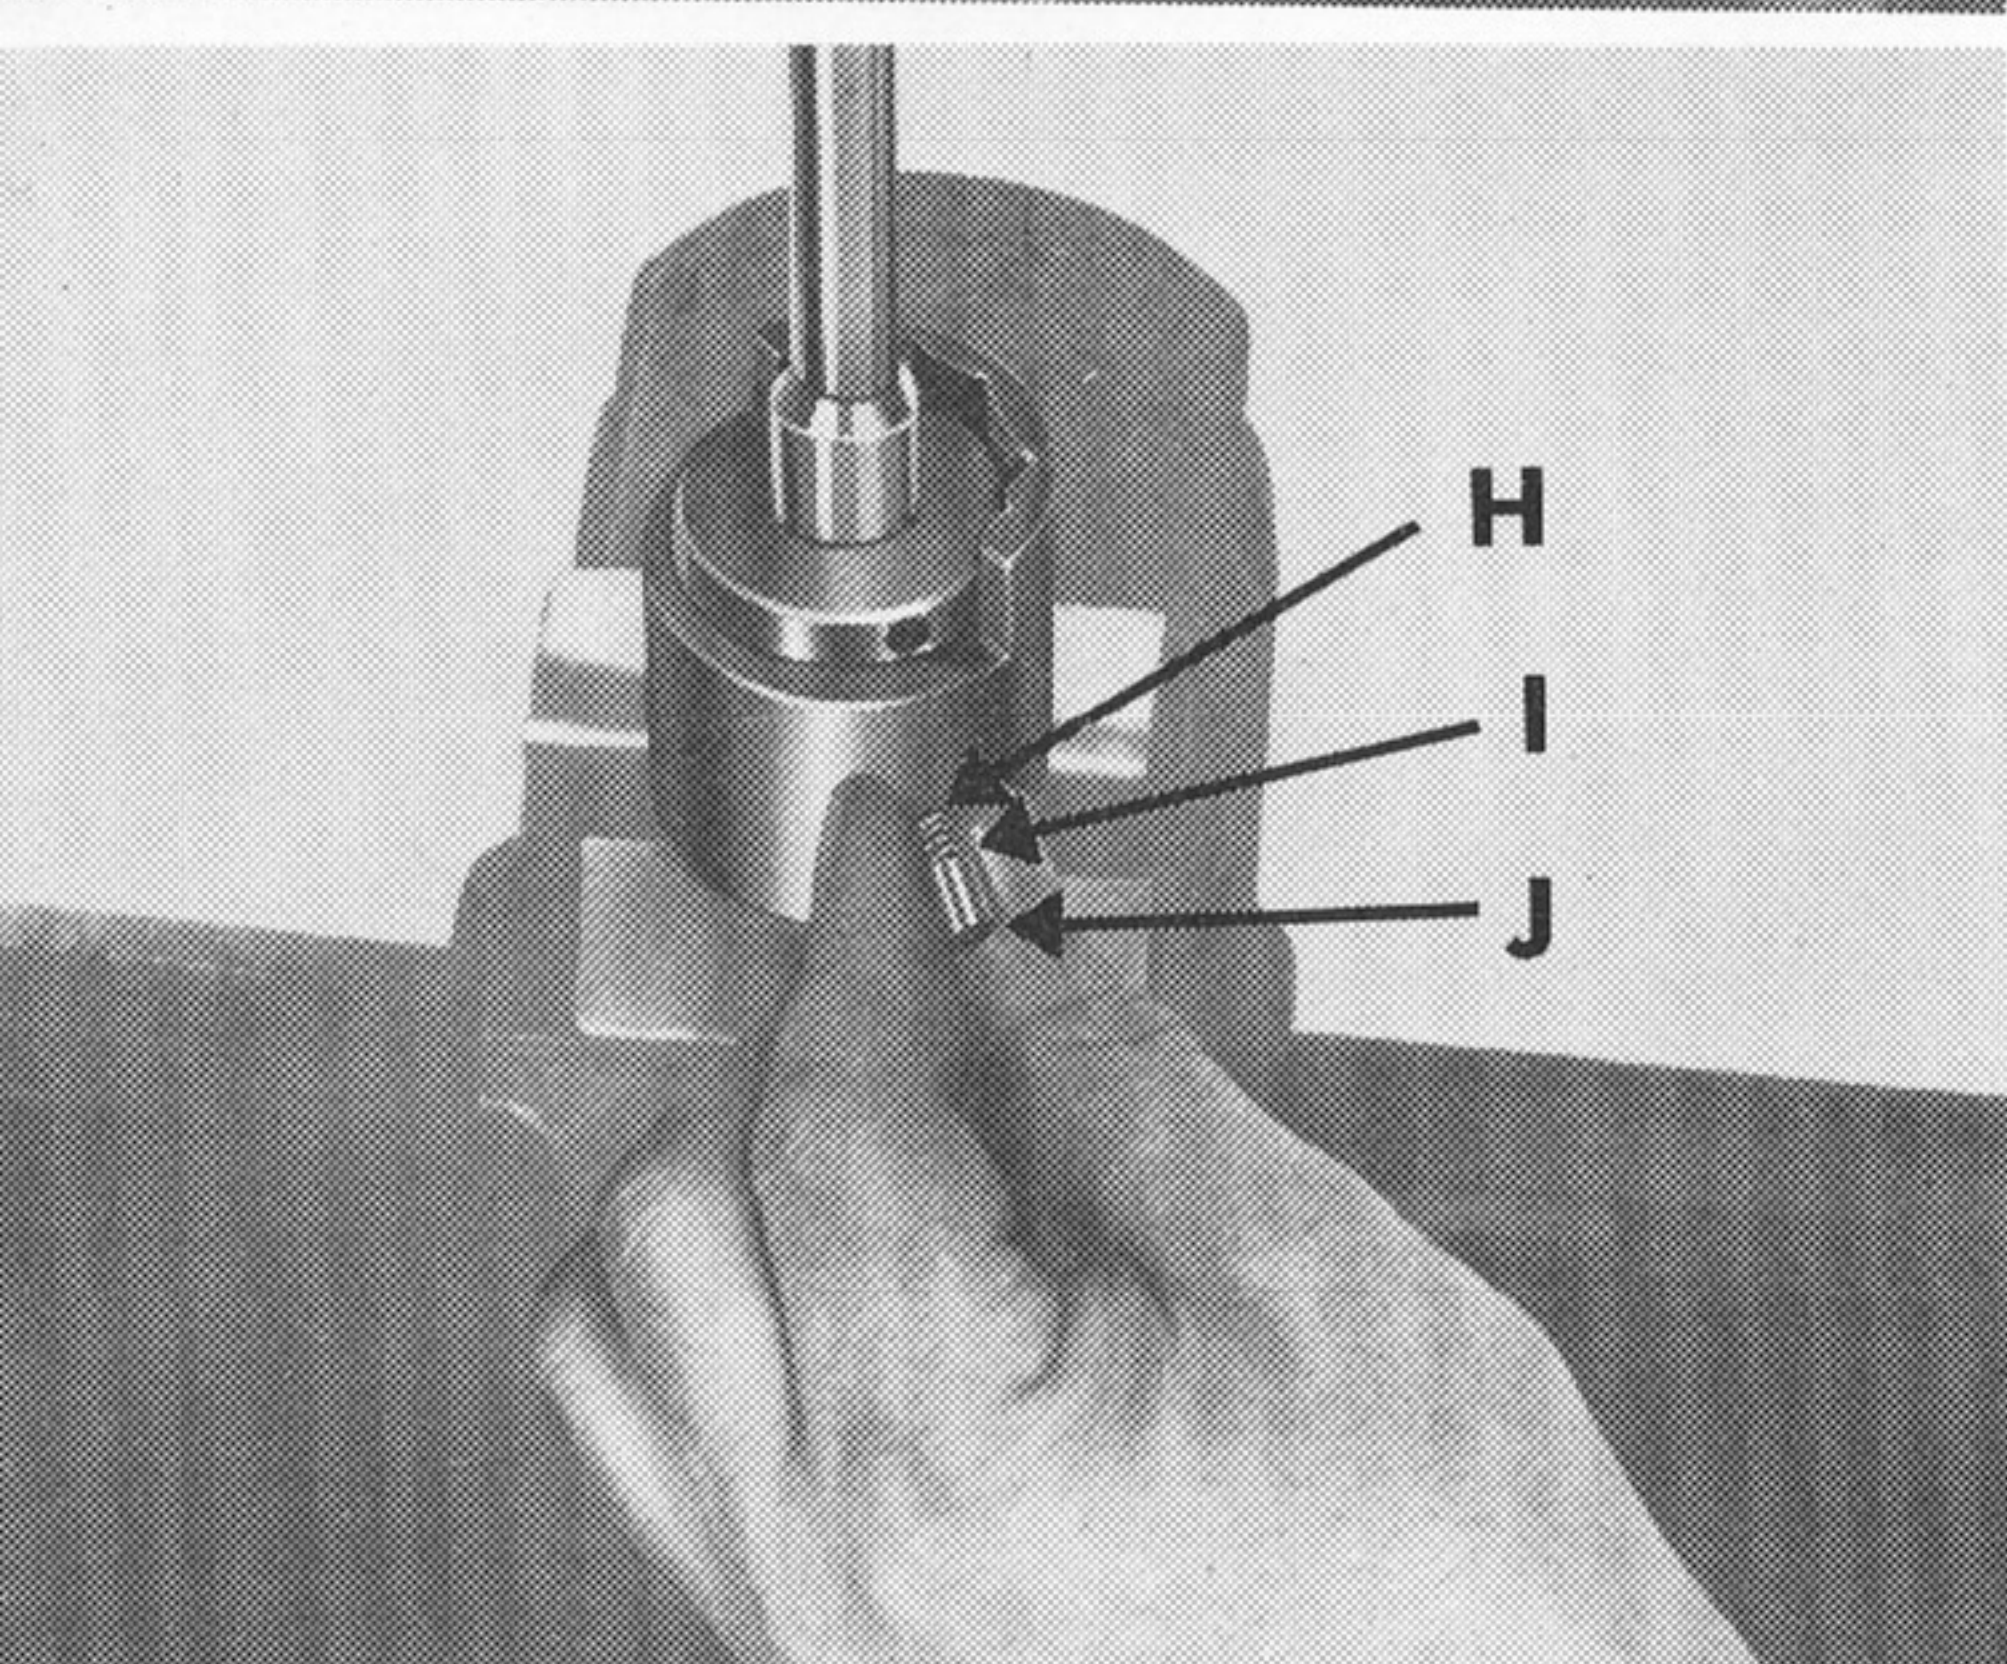

Bild 68
Nach Einsetzen des Seegerringes in die dafür vorgesehene Ausnehmung der Schaltwelle wird der Klinkenabweiser so gedreht, daß die seitliche Bohrung zur Aufnahme des Halbrundnietes (H), der Druckfeder (I) und des Arretierbolzens (J) frei wird. Nach Einsetzen dieser Teile in der genannten Reihenfolge ist der Klinkenabweiser wieder so zu drehen, daß der Arretierbolzen in die Ausnehmungen für die Innenarretierung der Schaltglocke einrastet. Für die Montage der Fußschaltwelle wird auch hier auf den 2. Gang geschaltet (Bild 68).